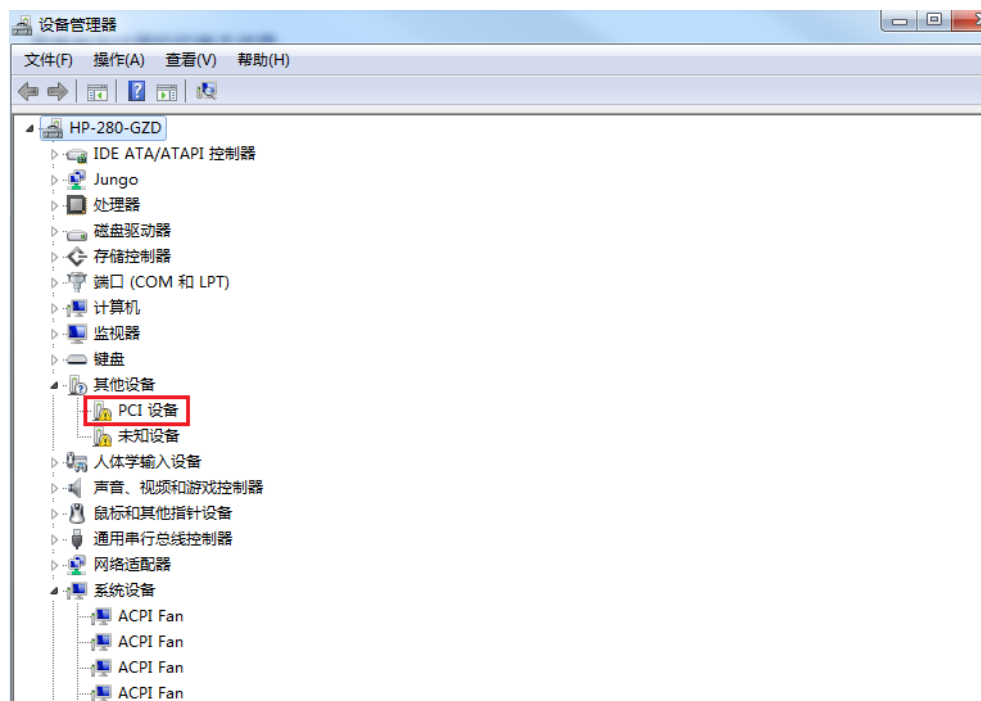
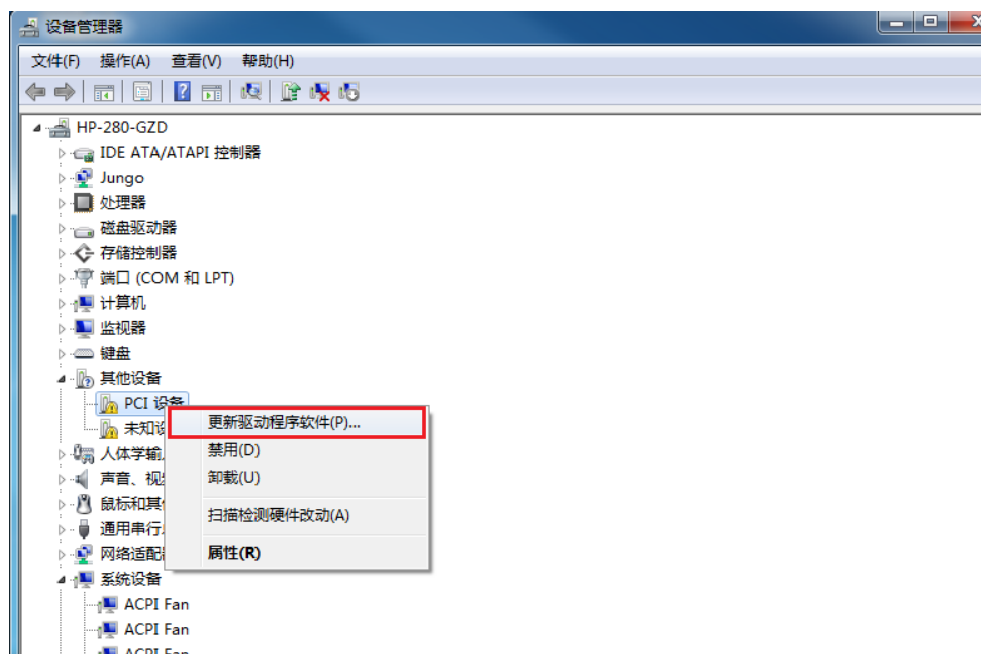

图 2-1 控制器驱动程序安装界面 1
图 2-2 控制器驱动程序安装界面 2
- (1) 在硬件安装好，启动计算机后，Windows 将自动检测到运动控制器，打开“设备管理器”，如图 2-1 所示。
- (2) 将产品配套光盘放入光驱。如果没有配置光驱的工控电脑可以将光盘中的驱动程序先拷贝到电脑中（驱动程序在光盘中的路径为 \chinese\windows\Driver 或者 \english\windows\Driver）。
- (3) 在此将以光盘中的驱动程序拷贝到 C:\中为例进行说明。
- (4) 选中”PCI 设备”，点击鼠标右键。如图 2-1 及图 2-2 所示，点击“更新驱动程序软件(P)...”。